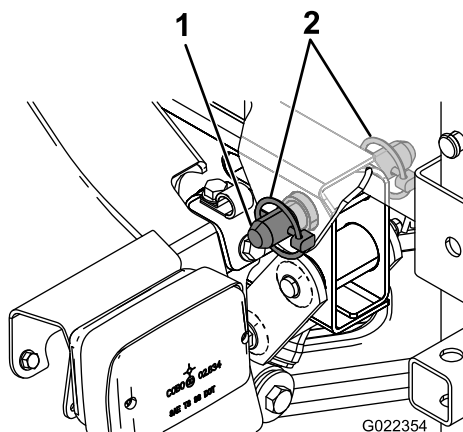

Figura 10
5. Aliniați găurile din consolele pivot din partea din spate a ansamblului saniei rezervorului cu găurile din tubul pivot al platformei de la capătul cadrului vehiculului (Figura 10).
6. Instalați un știft conic cu cap și gaură pentru cui spintecat și 2 știfturi de prindere pe consola pivot pentru a fixa ansamblul rezervorului pe cadru (Figura 10).